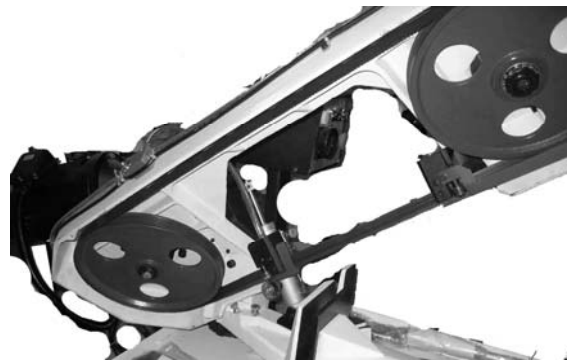

Рис. 3
Открутите винты (С, Рис. 3) и снимите блокировку рычага пилы (D).